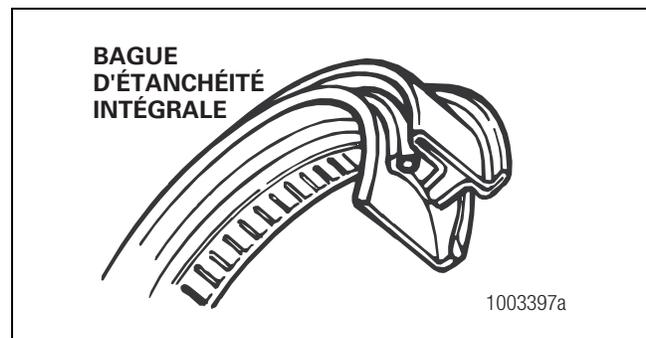

Figure 5.31
1. Retirer de l'emballage la bague d'étanchéité de pignon intégrale de remplacement. Figure 5.31.